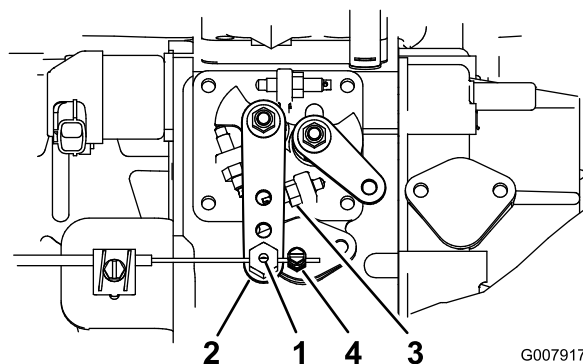

Bild 54
- Lockern Sie den Anschluss des Gaszugs neben dem Hebel der Einspritzpumpe (Bild 54).
- Halten Sie den Hebel der Einspritzpumpe gegen den Anschlag für den hohen Leerlauf (Bild 54).